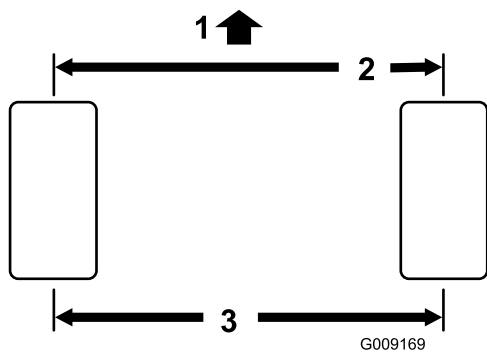

Рисунок 53
1. Измерьте межцентровое расстояние (на высоте моста) на передней и задней стороне рулевых колес (Рисунок 53).